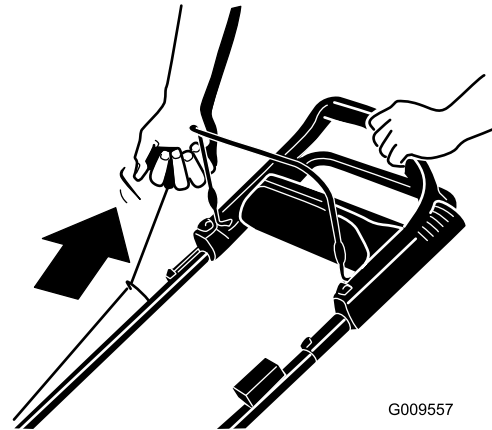

Figura 18
1. Tire suavemente del arrancador hasta que note resistencia, luego tire con fuerza (Figura 18). Deje que la cuerda vuelva lentamente al manillar.